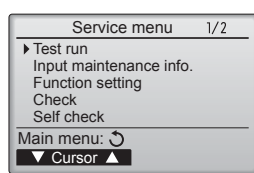

Fig. 7-3
- ③ Sélectionnez "Test run" (Test fonctions) à l'aide du bouton [F1] ou [F2] puis appuyez sur le bouton (✓). (Fig. 7-3)